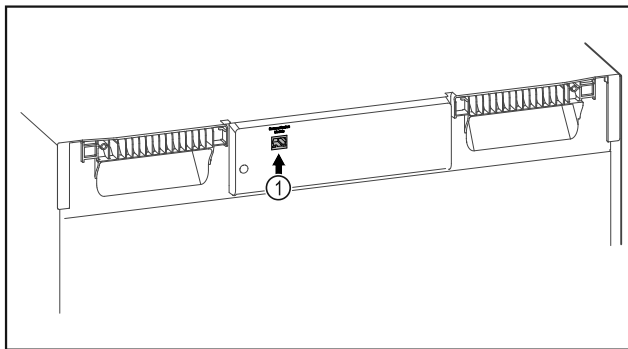

Fig. 87
- ❑ Założono SmartModule Fig. 87 (1).